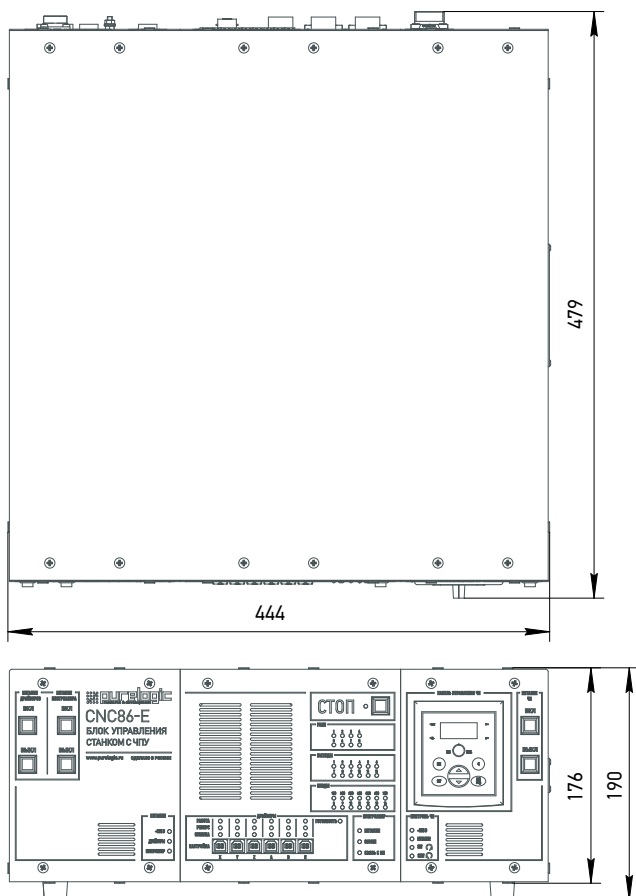

Рис. 18. Габаритные размеры блока (с приборными ножками).
1. Установка на любую горизонтальную поверхность при помощи приборных ножек (рис. 18).